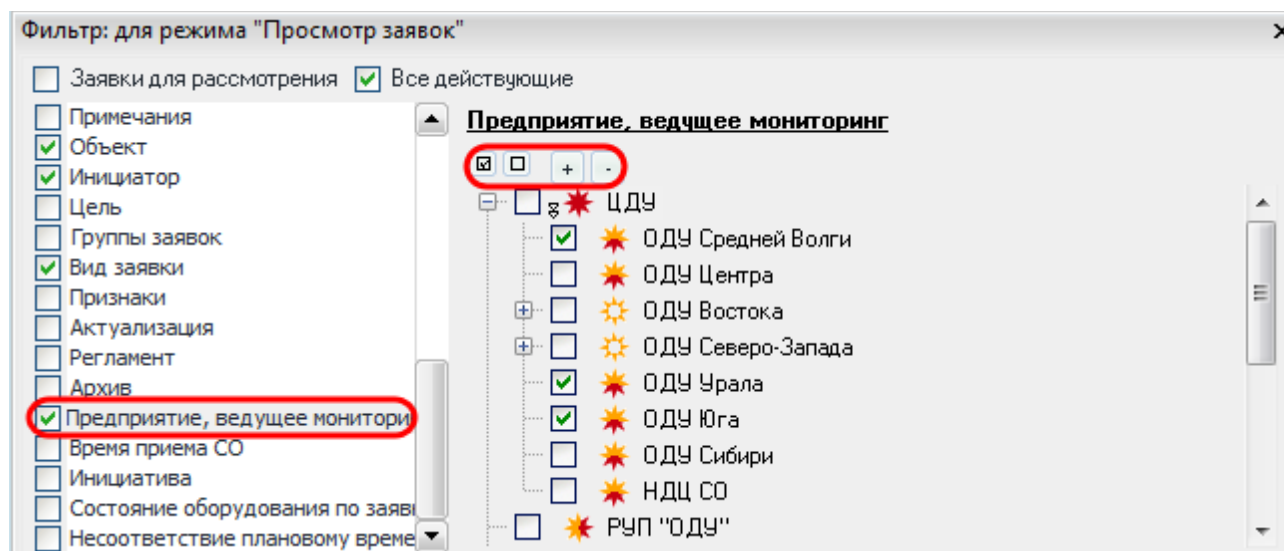

Рисунок 9.44 – Фильтрация по предприятию, ведущему мониторинг
- **Фильтр «Предприятие, ведущее мониторинг»** - фильтрация по предприятиям, ведущим мониторинг (Рисунок 9.44). В выборку попадают заявки, на оборудование которых в качестве мониторинга настроено указанное предприятие. Если ни одно предприятие не выбрано, то фильтрация производится по всем предприятиям. Для предприятия-абонента в фильтрах «Инициатор» и «Предприятие, ведущее мониторинг» отображается настраиваемое дерево предприятий данного предприятия-абонента.